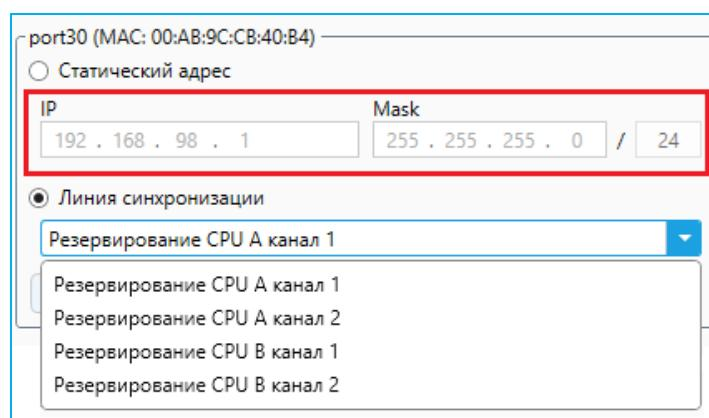

Рисунок 29 – Определение параметров линии синхронизации
- **Линия синхронизация** – канал модуля ЦП для организации линии синхронизации в резервированном контроллере. Выберите из выпадающего списка необходимое значение (Рисунок 29) и нажмите кнопку **Записать**.